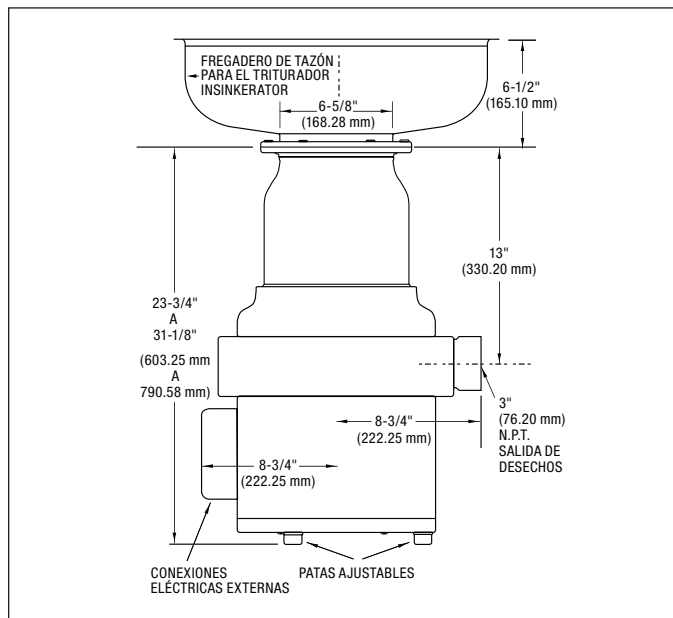

Figura 5.
- Para la operación de manera segura, la distancia mínima requerida desde la encimera de la mesa o la cuba hasta la brida de montaje es de 6 pulgadas (15 cm) para los cuerpos de trituradores estándar (según lo especificado por UL). Ver Figura 5.